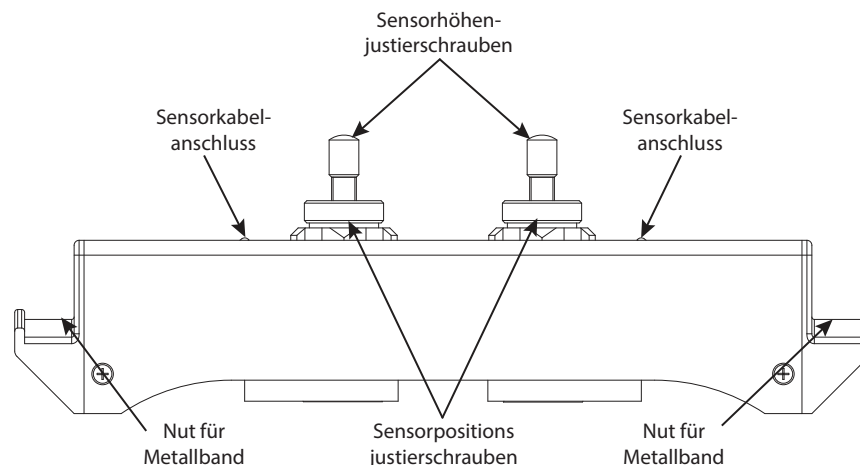

Abb. 5: Easy Rail Seitenansicht
5. Positionieren Sie die Montageschiene auf dem Rohr und befestigen sie mit Metallbändern. Siehe *Abb. 5*.